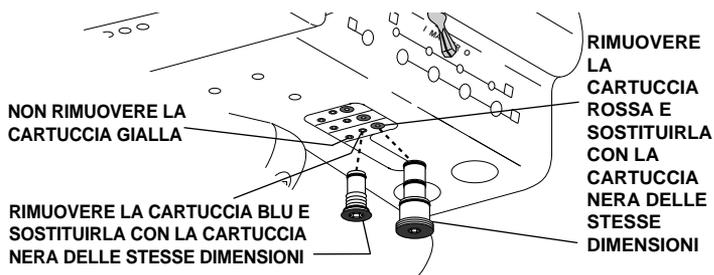

Figura 9. Conversione di un modulo di controllo per l'erogazione di aria ai manipoli
3. Utilizzare una chiave esagonale da 3/32 di pollice per rimuovere la cartuccia rossa dal modulo di controllo. Installare nel modulo di controllo la cartuccia nera, delle stesse dimensioni di quella rimossa, del kit di conversione di un modulo di controllo per l'erogazione di aria ai manipoli (vedere la Figura 9).